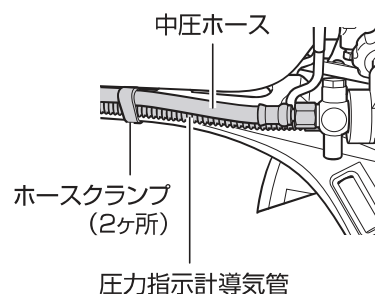

図3 取付状態
- ・ このとき中圧ホースおよび圧力指示計導気管を固定するホースクランプが付いていることを確認してください。(図 3 参照)
- ・ 中圧ホースおよび圧力指示計導気管が背板に沿っていることを確認してください。(図 3 参照)